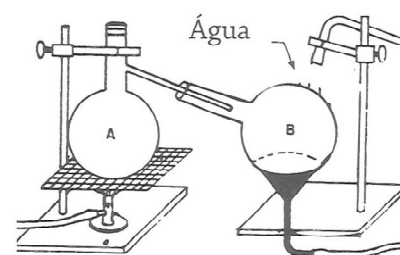

Figura 1
Observe o esquema da montagem da figura 1. Fixe um balão de destilação (A) a um suporte metálico e deixe-o apoiar sobre uma tela de amianto sustentada por um suporte metálico. Um bico de Bunsen servirá como fonte de calor para aquecer este sistema. A saída lateral do balão de destilação irá alimentar um balão de fundo redondo (B) que está apoiado em um funil de colo raso. Este funil está sustentado por um anel metálico devidamente fixo a um segundo suporte metálico. O balão B será continuamente resfriado por um fluxo de água corrente. Siga o roteiro:
1. Faça a montagem do sistema a ser utilizado para a obtenção do iodo, de acordo com a figura 1. Em caso de dúvidas, procure sempre a ajuda do tutor da disciplina.